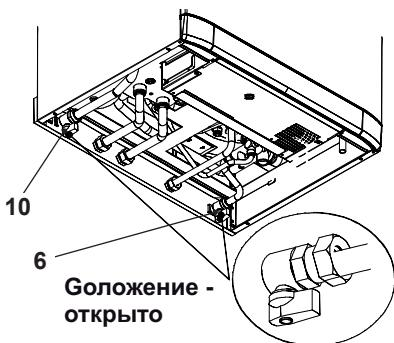

рисунок 6.1
- Откройте газовый кран 10 (рисунок 6.1) на устройстве и проверьте подключение на наличие утечек.
- Откройте кран подачи холодной воды 6 (рисунок 6.1).